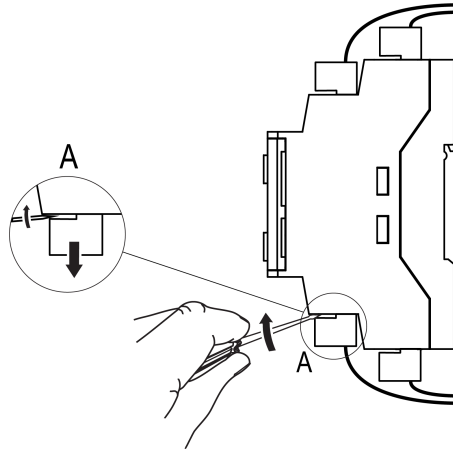

Рисунок 5.3 – Відокремлення знімних частин клем
2. Відокремити від пристрою знімні частини кожної з клем разом з підключеними зовнішніми лініями зв'язку за допомогою викрутки або іншого відповідного інструменту (див. рисунок 5.3).